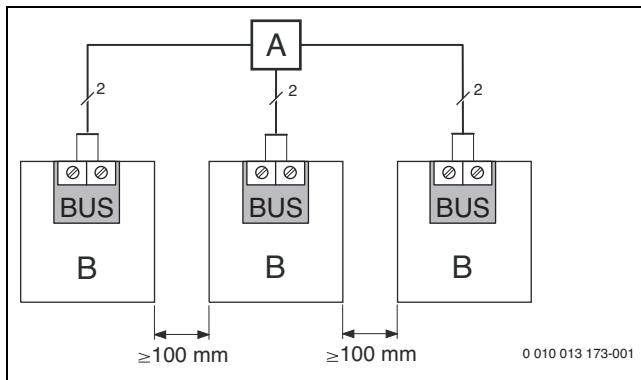

Bild 15 Verteilerdose anschließen
- BUS-Teilnehmer [B] über Verteilerdose [A] in Stern einführen (→ Bild 15, Anleitung der Bedieneinheit und der anderen Module beachten).